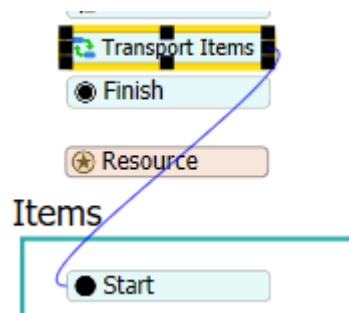

Figura 76- Destination Transport items
- Destination: com o conta gotas clique no Start que está dentro do Processo Items, como mostra a Figura 76